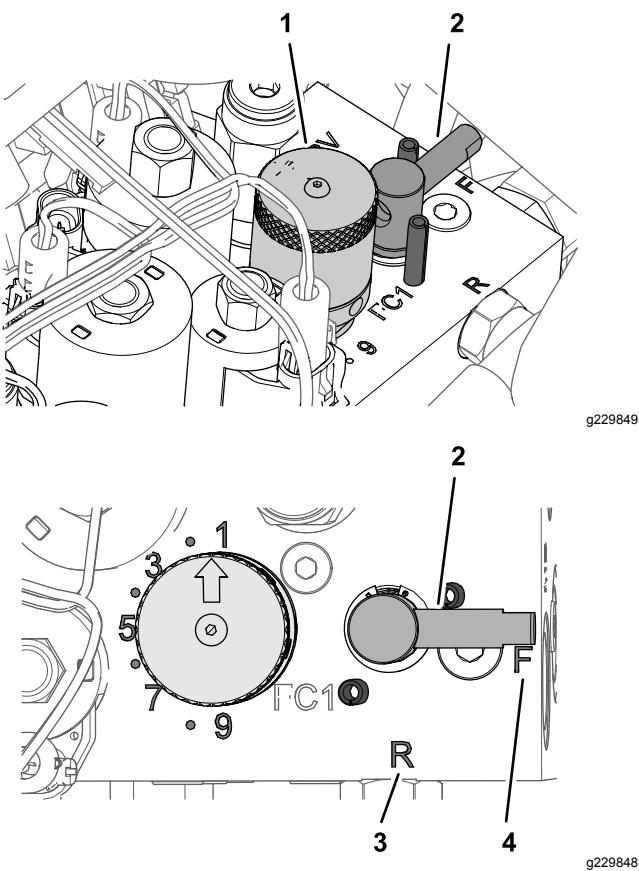

Figura 53
4. Gire la palanca de autoafilado a la posición R (Figura 53).
5. Gire el control de velocidad de los molinetes a la posición 1 (Figura 53).